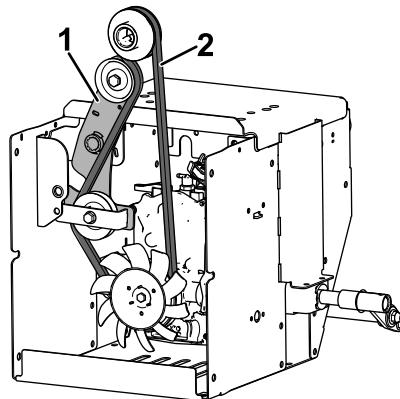

Рисунок 20
7. **Если приводной ремень используется повторно**, проложите его, как показано ниже (Рисунок 20).
- A. Проложите приводной ремень вокруг гидростатического привода в сборе (Рисунок 20).
- B. Установите 2 приводных шкива на коленчатый вал и проложите приводной ремень между шкивами (Рисунок 20).